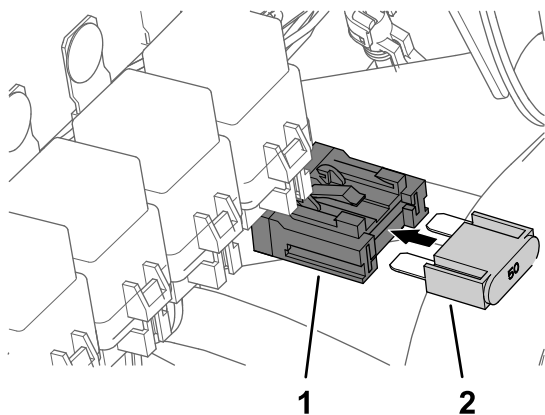

图194
7. 将保险丝 50 A 插入直列保险丝盒直至保险丝完全到位图 194。